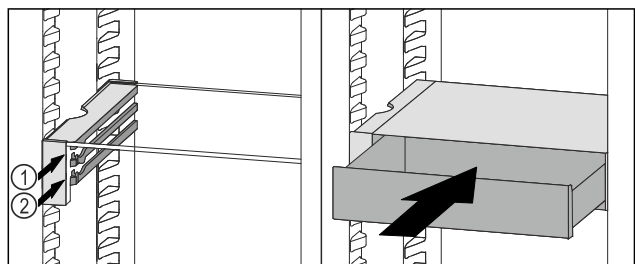

Fig. 103
- Placer le tiroir VarioSafe derrière les butées sur la nervure désirée Fig. 103 (1) ou Fig. 103 (2).